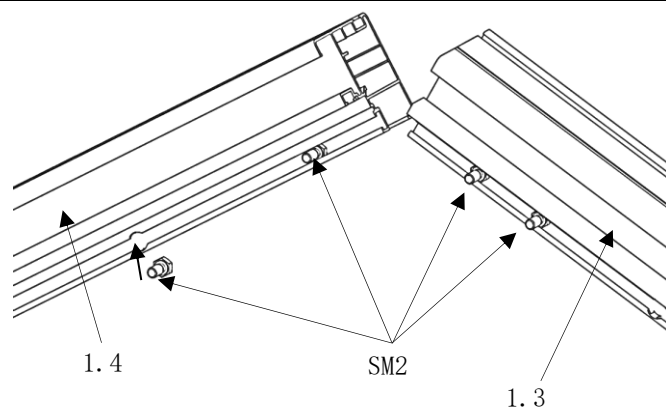

Abb. 34
- die beiden Ortgangprofile (Pos. 1.3/1.4) werden im First mit den 4x Sechskantschrauben (Pos. SM2) bestückt. (Abb. 34)